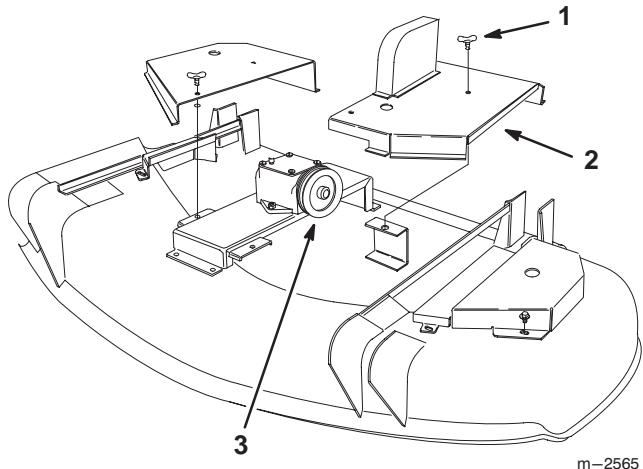

Figure 4
1. Dévissez de 1/4 de tour les deux goujons à oreilles situés sur le carter intérieur gauche du plateau de coupe. Déposez le carter pour exposer la poulie d'entrée du boîtier d'engrenages (Fig. 4).
4. Reposez le carter intérieur gauche sur le plateau, puis revissez les deux goujons à oreilles de 1/4 de tour vers la droite pour assujettir le carter sur le plateau (Fig. 4 à la page 7).